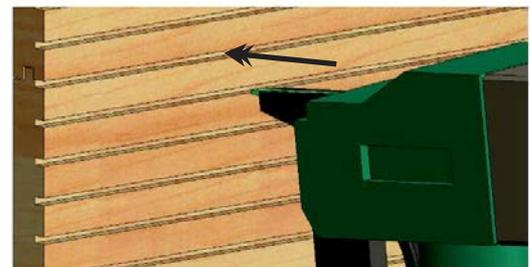

Bild 2: Befestigung mit spezial Druckluftnagler
- Zusätzlich sind die BER Holz-F Akustikplatten mit speziellem Luftdrucknagler (Bild 2) an die Unterkonstruktion senkrecht, mittig und alle 200mm mit leichtem Druck an die dahinter liegende Unterkonstruktion festzuschießen. Wichtig ist, dass der Luftdrucknagler korrekt eingestellt ist, so dass die Klammern nicht vorstehen, aber auch nicht zu tief eindringt.